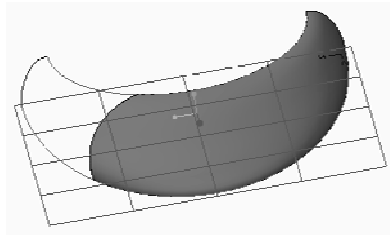

图 8-50 修剪自由形式曲面后的效果
⑦ 在“造型：曲面修剪”选项卡中单击“完成”按钮，得到修剪后的面组如图 8-50 所示。